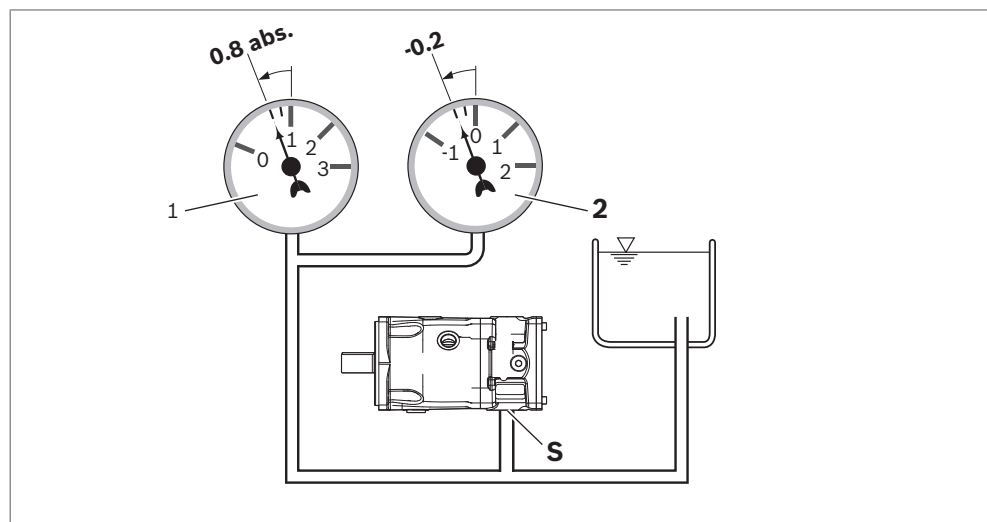

Abb. 12: Saugdruck Beispiel A10VZO
- ▶ Stellen Sie sicher, dass für die Axialkolbeneinheiten in allen Einbaupositionen und Einbaulagen im Betrieb ein minimaler Saugdruck von 0.8 bar absolut am Anschluss **S** (bzw. **A** oder **B**) vorliegt, siehe Abb. 12. Weitere Druckwerte siehe Datenblatt.